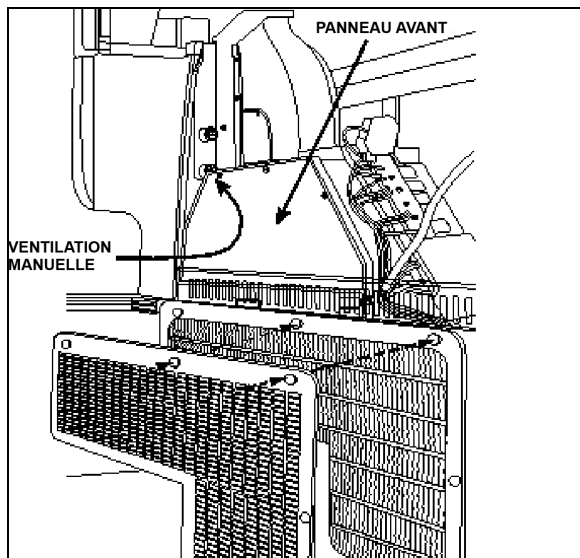
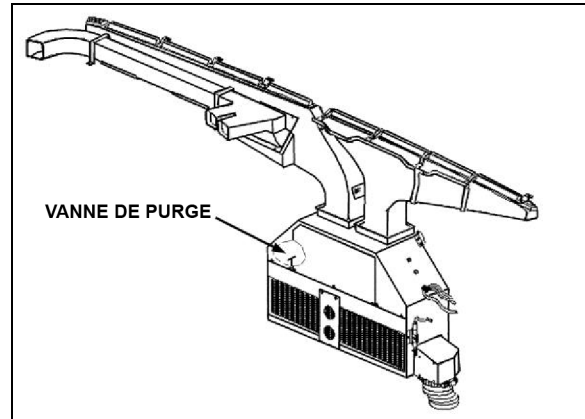
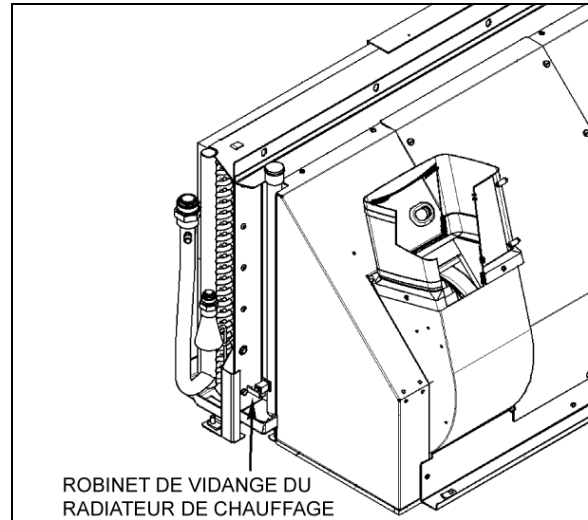

FIGURE 73 : UNITÉ DE CVC/DE DÉGIVRAGE DU CONDUCTEUR
FIGURE 74: CIRCULATION DE L'AIR DE L'UNITÉ DE CONDUCTEUR
FIGURE 79: EMLACEMENT DU ROBINET DE VIDANGE DU RADIATEUR DE CHAUFFAGE
L'air neuf entre par l'arrière des phares de droite (séries H3) ou par la boîte de répartition d'air sous le compartiment de service avant (séries X3) et pénètre dans la boîte de mélange par l'intermédiaire d'un clapet qui peut s'ouvrir et se fermer. Le retour d'air entre par la console de droite dans la boîte de mélange. (Figure 74) Le mélange d'air passe par les serpentins de refroidissement et de chauffage, par les ventilateurs et par les tuyaux d'évacuation.
4. Depuis l'intérieur du véhicule, démonter les deux panneaux de finition à l'avant de l'unité. Enlever les trois vis qui fixent le panneau avant de l'unité. Ouvrir le robinet de vidange situé à l'avant de l'unité du conducteur. (Figure 74). Pour un drainage plus efficace, ouvrir l'évent manuel situé du côté conducteur de l'unité de CVC, s'il y en a un (FIGURE 73).
4. Ouvrir le robinet de vidange en bas du radiateur de chauffage (Figure 79). Il est possible de détacher un raccord de flexible en haut du radiateur de chauffage afin de laisser l'air entrer pendant la vidange. Le robinet de vidange principal du radiateur de chauffage se trouve dans le compartiment de l'évaporateur. Pour accéder à la soupape sur les véhicules de série X, ouvrir la porte du compartiment à bagages situé en face du compartiment de l'évaporateur (côté gauche). Ouvrir le panneau d'accès au compartiment de l'évaporateur.
Il est nécessaire de purger l'air du système de chauffage lorsque le système de chauffage a été vidangé et rempli ou après un manque de liquide et un ajout. Repérer le robinet de purge illustré à la Figure 74 et à la Figure 79, l'ouvrir et le maintenir ouvert jusqu'à ce qu'il n'y ait plus d'air qui sorte des tuyaux. Pour un drainage plus efficace, ouvrir l'évent manuel situé du côté conducteur de l'unité de CVC, s'il y en a un (FIGURE 73).